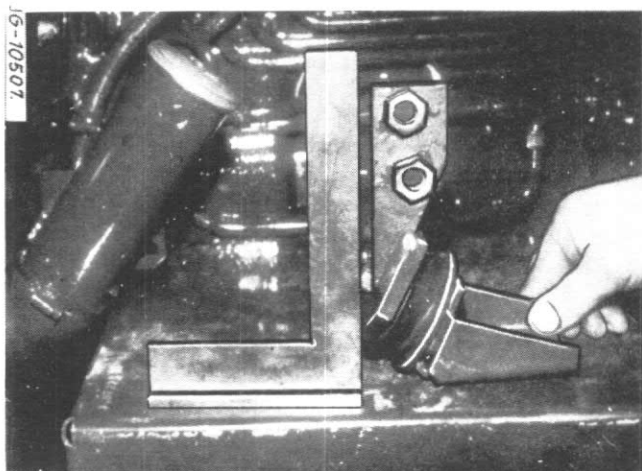

Fig. 42
3. Si les éléments isolants avant ont été déposés, aligner les patins de fixation conformément aux Fig. 42 et 43, avant de remettre les éléments isolants en place.